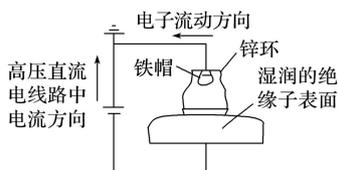

图5
(5)某原电池装置如图5所示，电池总反应为 $2Ag + Cl_2 = 2AgCl$ 。当电路中转移 $0.01 \text{ mol } e^-$ 时，交换膜左侧溶液中约减少 0.01 mol 离子 × $AgCl/Ag$ 为负极，电极反应为 $Ag - e^- + Cl^- = AgCl$ ，当电路中转移 $0.01 \text{ mol } e^-$ 时，有 $0.01 \text{ mol } AgCl$ 沉淀形成，同时还必然有 $0.01 \text{ mol } H^+$ 通过阳离子交换膜进入正极区，因而左侧减少 0.02 mol 离子。
(5)近年来,我国多条高压直流电线路的瓷绝缘子出现铁帽腐蚀现象,在铁帽上加锌环能有效防止铁帽的腐蚀,如图 5 所示,该装置为牺牲阳极的阴极保护法,绝缘子表面产生的 OH^- 向阴极移动 \times 该装置为外加电流的阴极保护法, OH^- 向阳极移动。